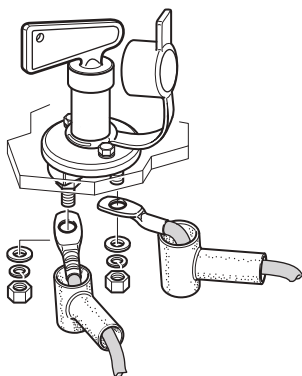

Abb. 47
- Kabelanschlüsse am Batterietrennschalter anschließen und mit Scheiben und Muttern sichern (Abb. 47). Muttern mit 10 Nm anziehen.